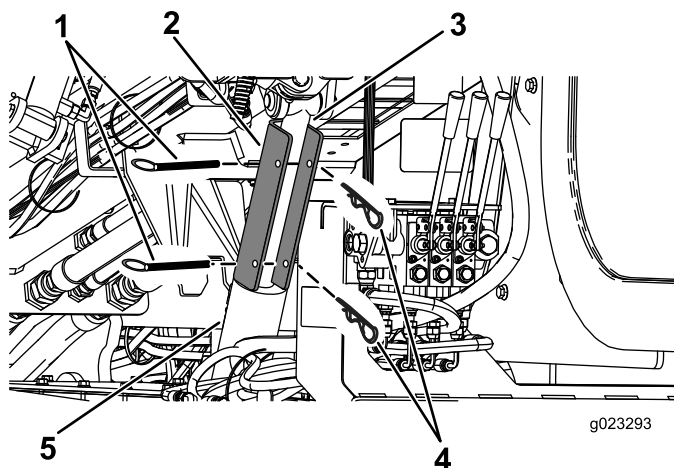

Figure 97
4. Placez le dispositif de blocage de vérin sur la tige du vérin (Figure 97).
5. Fixez le dispositif de blocage du vérin avec la goupille fendue et l'axe de chape (Figure 97).
4. Enlevez la goupille fendue et l'axe de chape qui retiennent le dispositif de blocage de vérin (Figure 97).